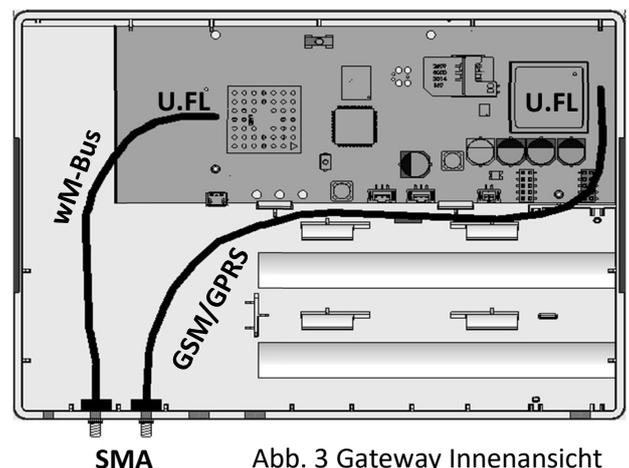

Abb. 3 Gateway Innenansicht
- An dem Gehäuse befinden sich unten links fünf verschlossene Aussparungen für Durchführungen. Die zweite Aussparung ist für wireless M-Bus und die dritte für GSM/GPRS gedacht (siehe Abb. 3).
- Den Sprengring aufschieben und die Sechskantmutter manuell andrehen. Mit Gabelschlüssel (8) festschrauben (max. Drehmoment 1,7 Nm) und mit Gabelschlüssel (11) kontern.
- Der Stecker für wireless M-Bus befindet sich links und der für GSM/GPRS rechts mittig auf der Platine (siehe Abb. 3).